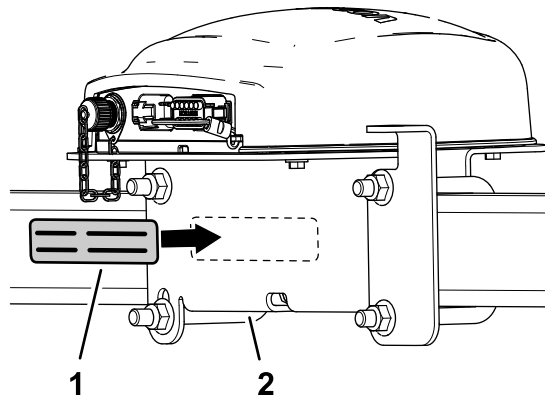

Рисунок 152
7. Приложите наклейку с серийным номером к креплению приемника (Рисунок 152).